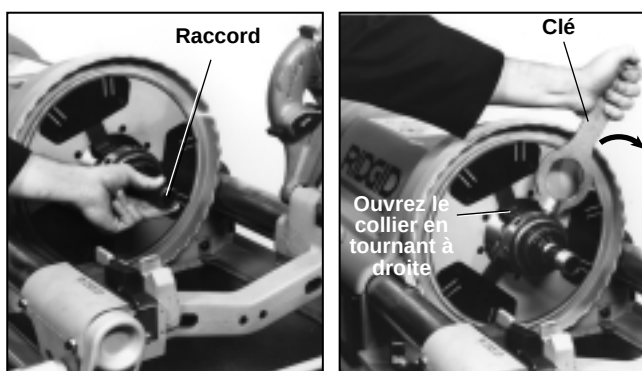

Figure 30 – Installation d'un raccord inachevé et libération du raccord fini à l'aide de la clé.
5. Vissez le raccord (*Figure 30*) dont une extrémité est déjà filetée, manuellement dans l'adaptateur. Alésez et filetez l'autre extrémité du raccord.
6. Introduisez la broche qui se trouve à l'extrémité de la clé (*Figure 30*) dans un des trous du collier d'ouverture du mandrin à raccords, puis tourner. Enlevez manuellement le raccord fileté.